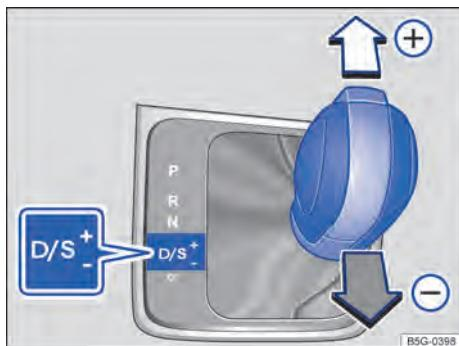

Fig. 127 Alavanca seletora na posição Tiptronic.
- Mover a alavanca seletora para frente $(+)$ ou para trás $(-)$ para aumentar ou diminuir a marcha \Rightarrow Fig. 127.